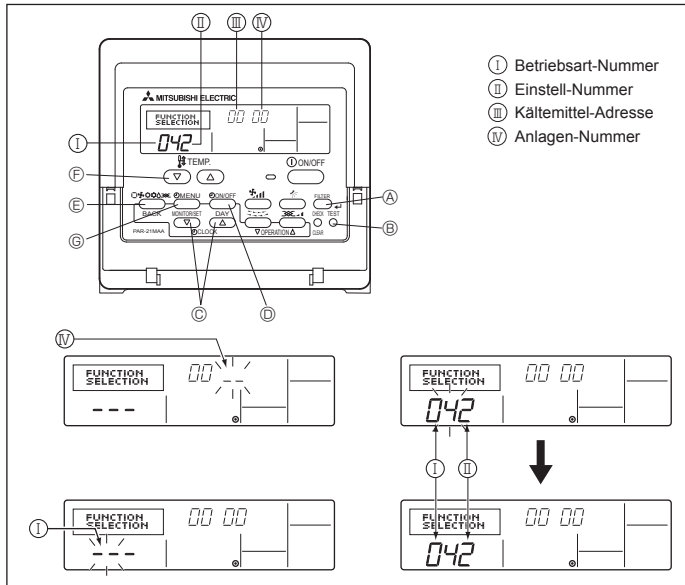

Fig. 6-6
6.3.1. Funktionseinstellung an der Anlage (Fig. 6-6)